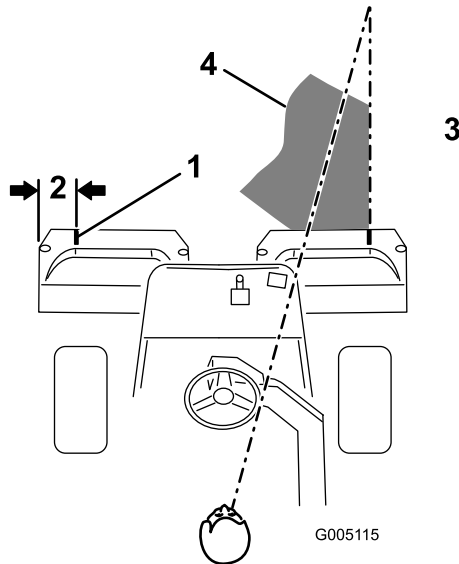
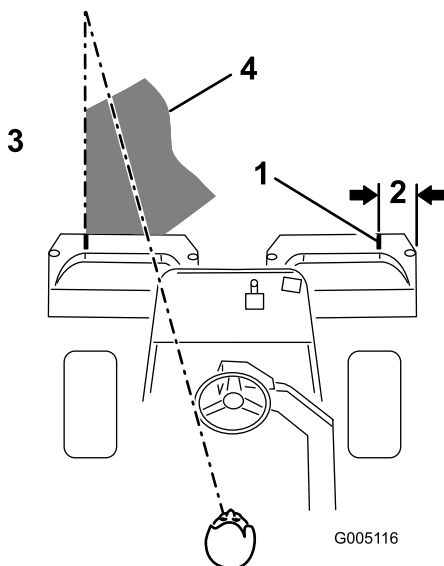

Bild 22
Bild 23
2. Bringen Sie einen Streifen weißes Isolierbands an jedem Korb an, oder zeichnen Sie eine Linie. Das Isolierband bzw. die Linie sollten parallel mit der äußeren Kante jedes Korbs verlaufen (Bild 22).
3. Wenn Sie zurückfahren, sollte der neue Mähgang den ersten ein klein wenig überlappen. Damit Sie in einer möglichst geraden Linie über die Grünfläche fahren können und einen gleichmäßigen Abstand zum zuvor gemähten Rasenstück einhalten können, sollten Sie sich eine imaginäre Sichtlinie ungefähr 1,8 bis 3 m vor der Maschine bis zum Rand des noch ungemähten Teils der Grünfläche vorstellen (Bild 22 und Bild 23). Manche Leute finden es auch hilfreich, die äußere Kante des Lenkrads in die Sichtlinie mit einzubeziehen, d.h. sie halten das Lenkrad in einer Linie mit einem Punkt, der immer im gleichen Abstand von der Vorderseite der Maschine bleibt (Bild 22 und Bild 23).